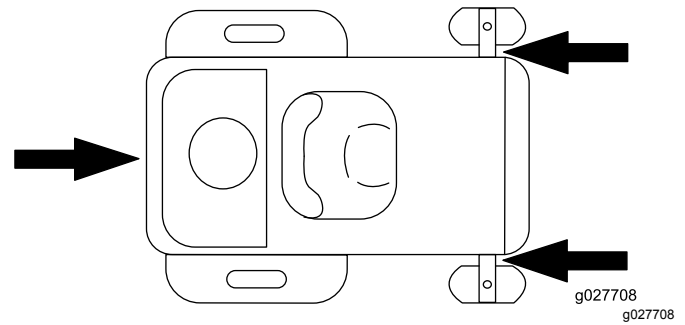

Figura 30
6. Amarre la máquina junto a las ruedas giratorias delanteras y el guardabarros trasero con correas, cadenas, cables o cuerdas (Figura 30). Consulte la normativa local respecto a los requisitos de amarre.